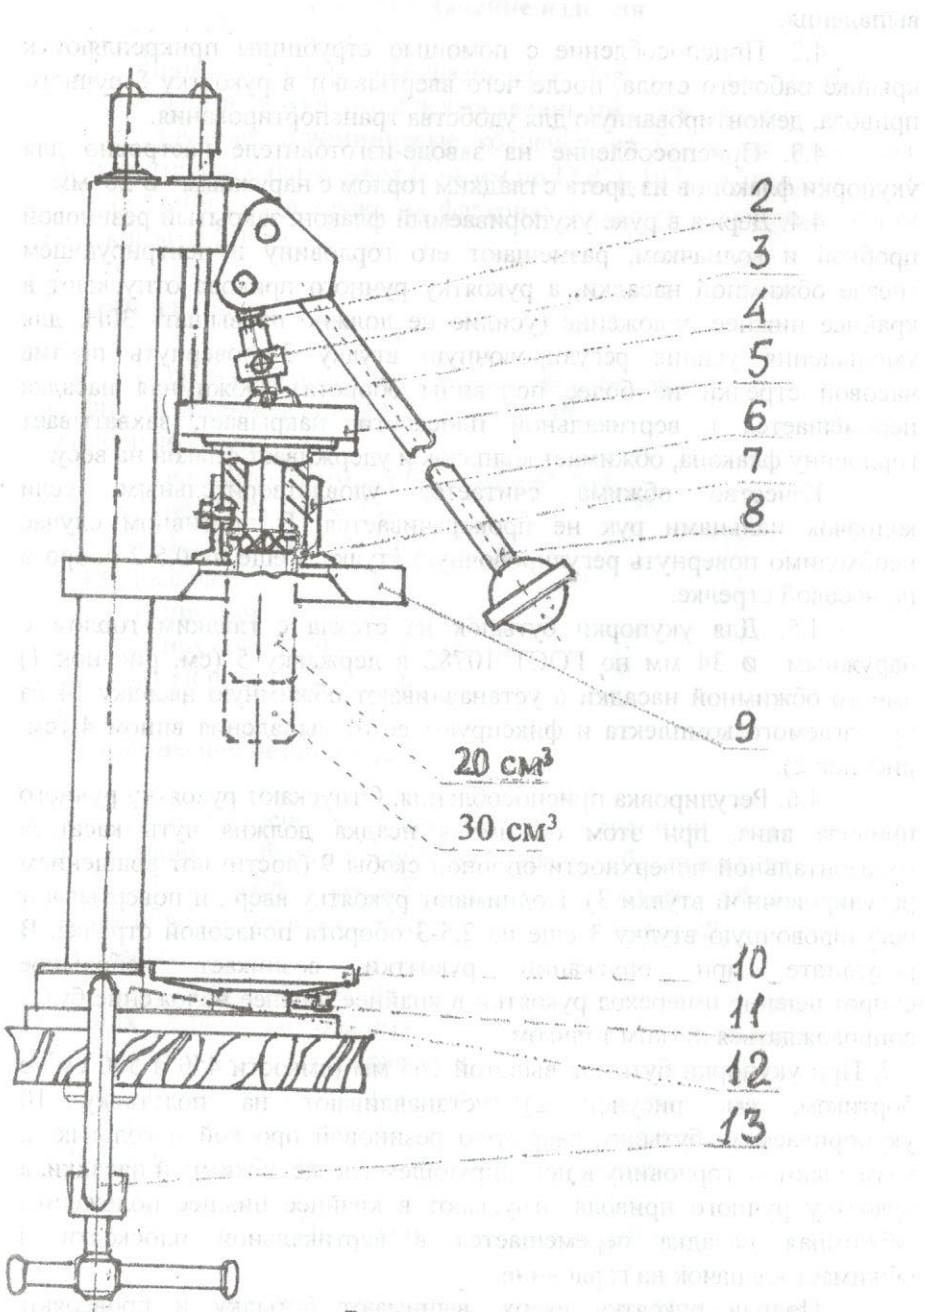
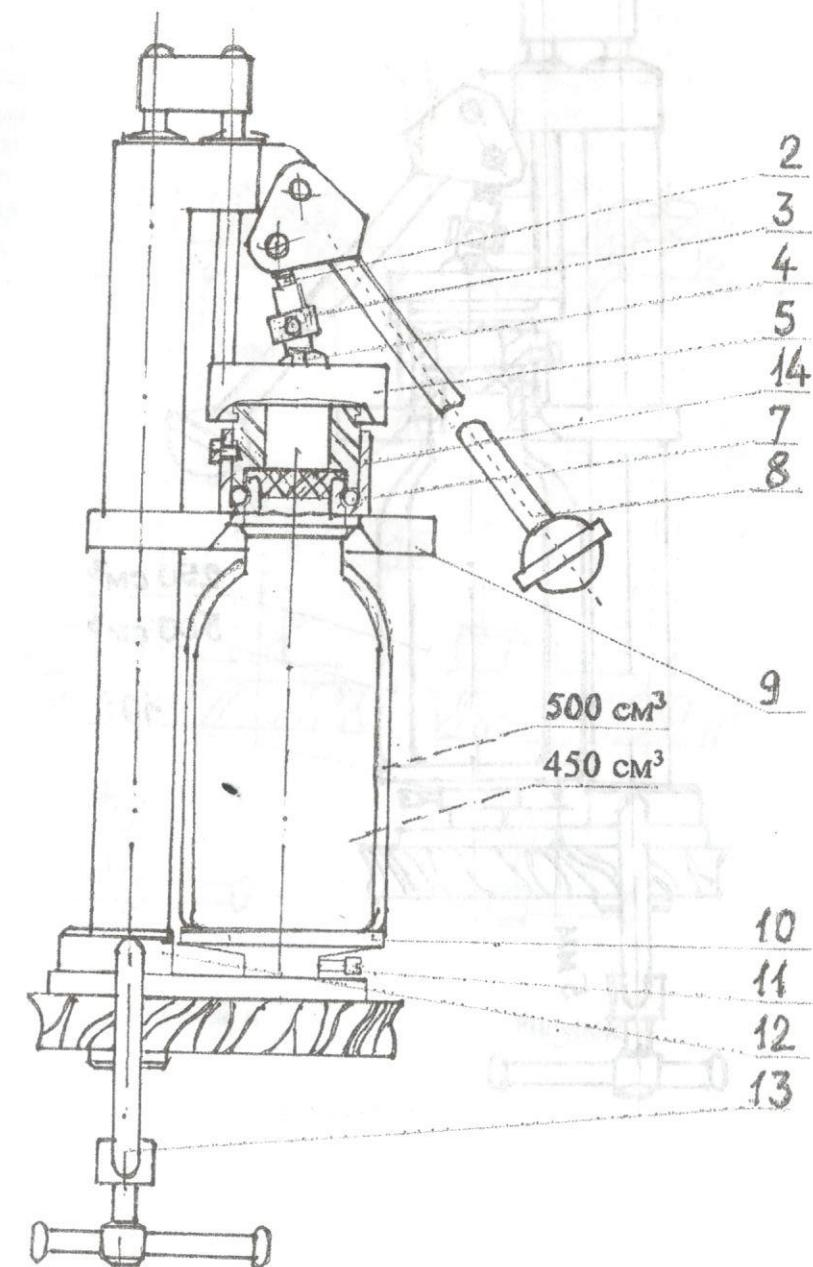

Рисунок 1
Рисунок 2
4.5. Для укупорки бутылок из стекла с гладким горлом с наружным Ø 34 мм по ГОСТ 10782 в державку 5 (см. рисунок 1) вместо обжимной насадки 6 устанавливают обжимную насадку 14 из прилагаемого комплекта и фиксируют ее от выпадения вином 4 (см. рисунок 2).
4.7. При укупорке бутылок высотой 165 мм (емкости 450 и 500 см3 - с бортиком, см. рисунок 2) устанавливают на подставку 10 укупориваемую бутылку, закрытую резиновой пробкой и колпачком, размещают ее горловину в центрирующем гнезде обжимной насадки, а рукоятку ручного привода отпускают в крайнее нижнее положение. Обжимная насадка перемещается в вертикальной плоскости и обжимает колпачок на горловине.